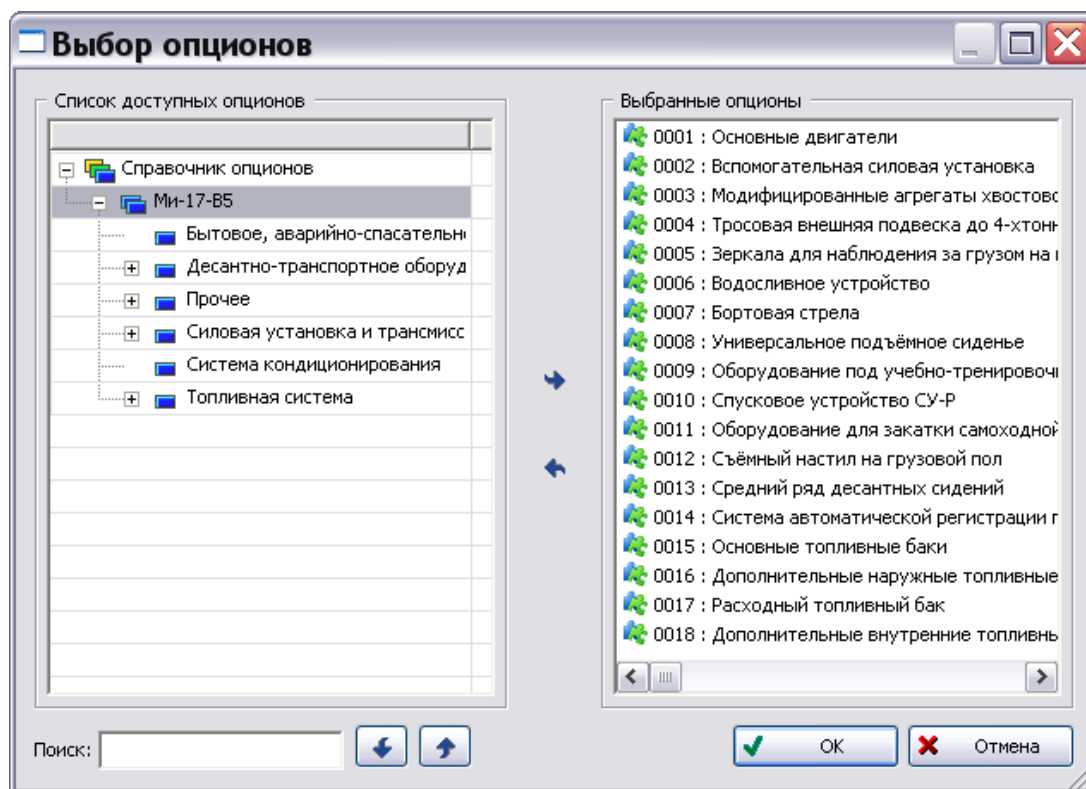

Рис. 33
5. Раскройте дерево справочника опционов и выделите раздел справочника, например «Ми-17-В5». Для выбора всех опционов, входящих в раздел, щелкните два раза левой кнопкой мыши по названию раздела. Выбранные опционы отобразятся в окне **Выбранные опционы** (Рис. 33). Для выбора отдельного опциона выделите его в справочнике и перенесите в окно **Выбранные опционы**, нажав на кнопку **Выбрать** .